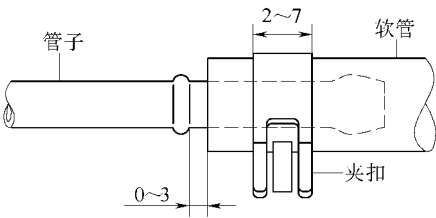

图 17-125 连接管子和软管
- (1) 检查燃油管路和连接部位是否有裂缝、渗漏或变形。
- (2) 检查燃油箱通气系统软管和连接部位是否有松动、弯折或损坏。
- (3) 检查燃油箱是否有变形、裂缝、渗漏和安装螺栓松动等情况。
- (4) 检查注油口颈部是否有损坏或渗漏燃油。
- (5) 软管和管子的连接应是如图 17-125 所示的状态。